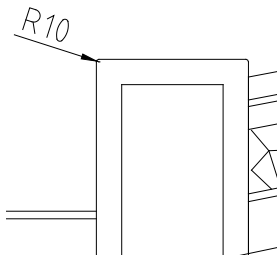

图3-75 圆角操作
- 03** 调用TR（修剪）命令，修剪图形；调用F（圆角）命令，设置圆角半径为10，对线段执行圆角操作，如图3-75所示。